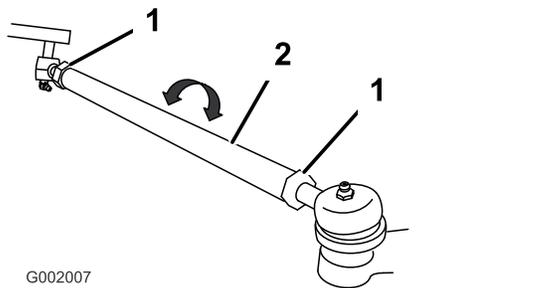

図 46
5. 前後の測定値の差が所定範囲にない場合、タイロッド両端のジャムナットを外して調整を行う 図 46。